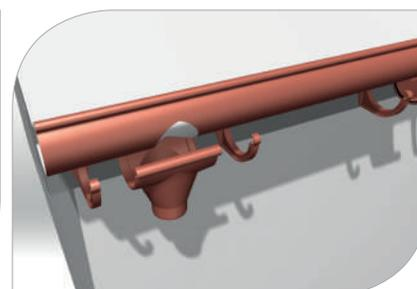

рис. 15
- 3.7 При монтаже желобов их сначала необходимо вставлять в задний, а затем в передний изгиб фасонных элементов (**рис. 15, 16**)